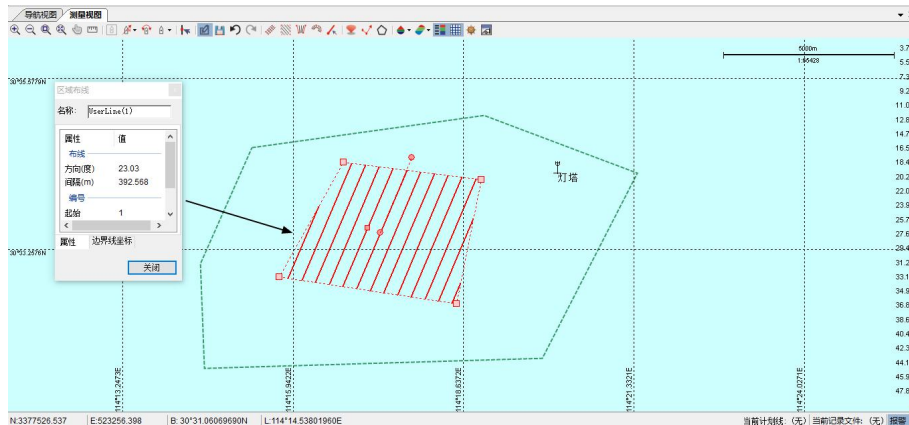

图 10.17 对单个对象编辑
(2) 点击一个图形对象，对单个的图形对象进行编辑。如图 10.17 所示，点击航道布线的图形对象，弹出航道布线属性设置对话框，可以通过鼠标拖动控制点修改航道布线属性，或者输入属性的参数值。